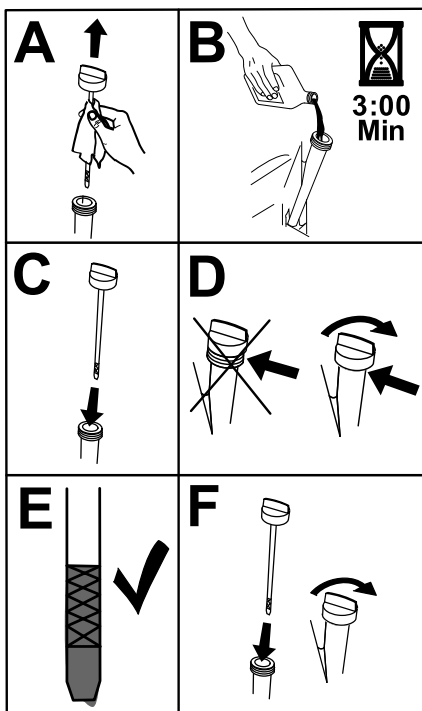

Figura 44
- Vierta lentamente un 80% aproximadamente del aceite especificado por el tubo de llenado, luego añada lentamente el resto del aceite hasta que llegue a la marca Lleno (Figura 44).